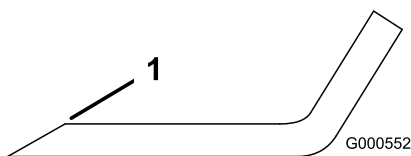
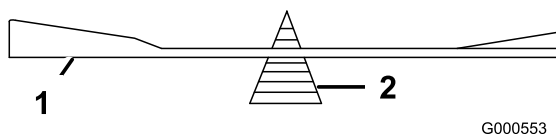

Figure 50
Figure 51
1. Au moyen d'une lime, aiguissez les tranchants aux deux extrémités de la lame (Figure 50) Veillez à conserver l'angle de coupe d'origine. Limez la même quantité de métal sur chacun des deux tranchants pour ne pas déséquilibrer la lame.
2. Vérifiez l'équilibre de la lame en la plaçant sur un équilibreur (Figure 51). Si la lame reste horizontale, elle est équilibrée et peut être utilisée. Si la lame est déséquilibrée, limez un peu l'extrémité de la partie relevée seulement (Figure 50). Répétez la procédure jusqu'à ce que la lame soit équilibrée.